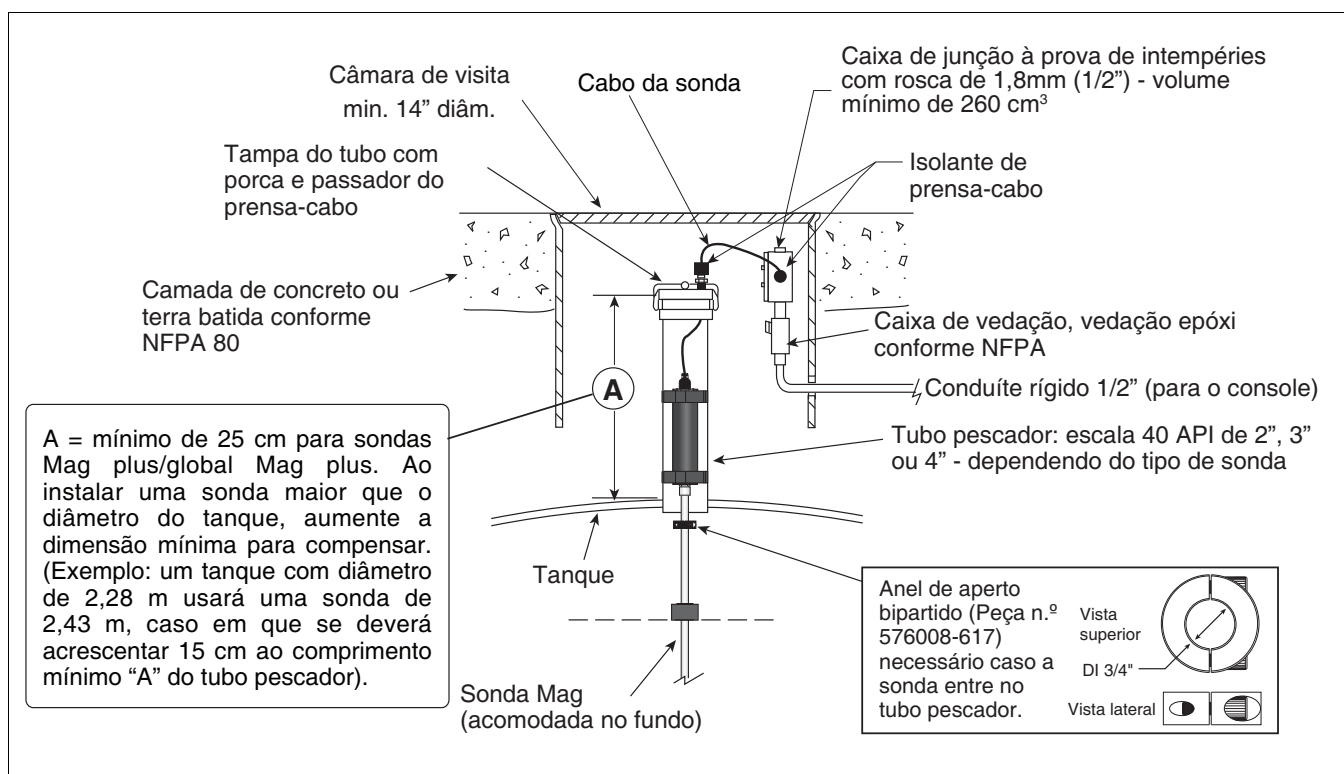
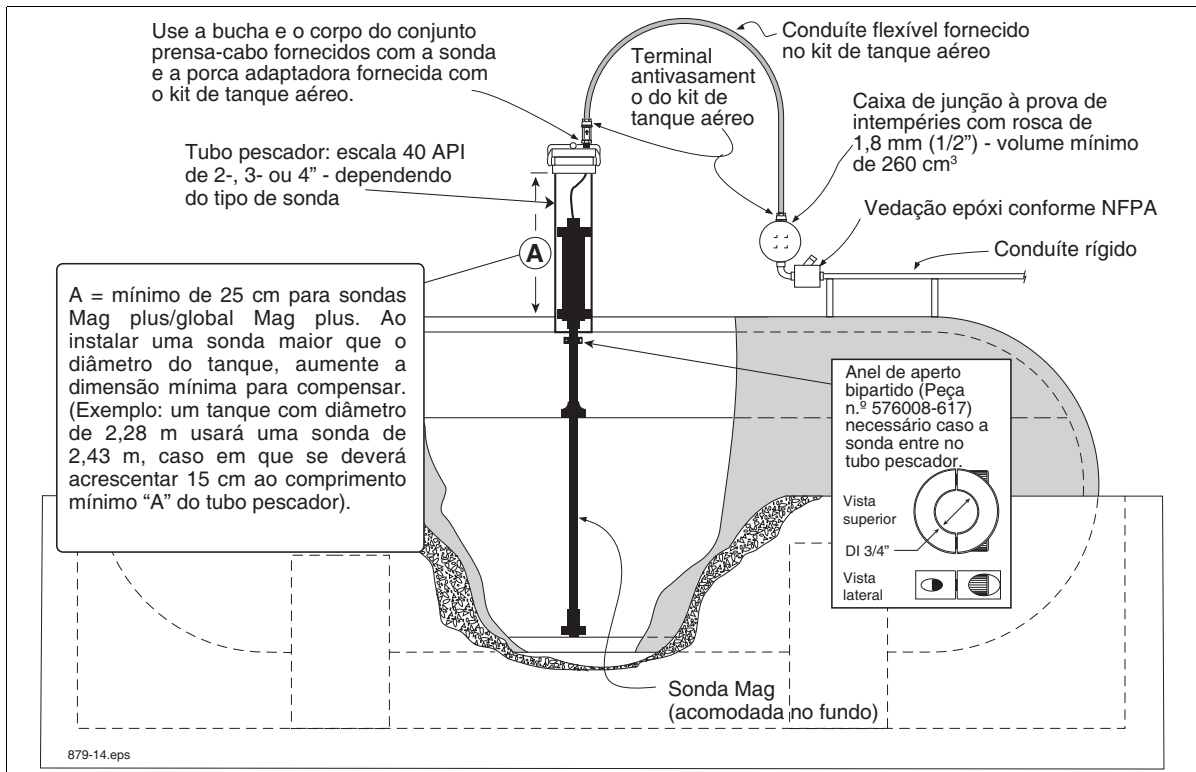

Figura 14. Instalação de sonda em tanque subterrâneo - Tubo pescador dedicado
Figura 15. Instalação de sonda em tanque aéreo - Tubo pescador dedicado
4. Deslize delicadamente o(s) flutuador(es) para a parte inferior da haste da sonda antes de erguer a sonda. Abaixе cuidadosamente a sonda no tubo pescador até que a polaina se acomode no fundo do tanque [ver Figura 14 para instalação em tanque subterrâneo ou Figura 15 para instalação em tanque aéreo].